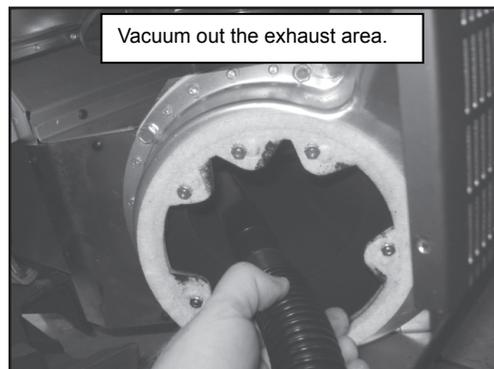

Figure 28.7
- Aspirez la zone de sortie des gaz (**Figure 28.7**).